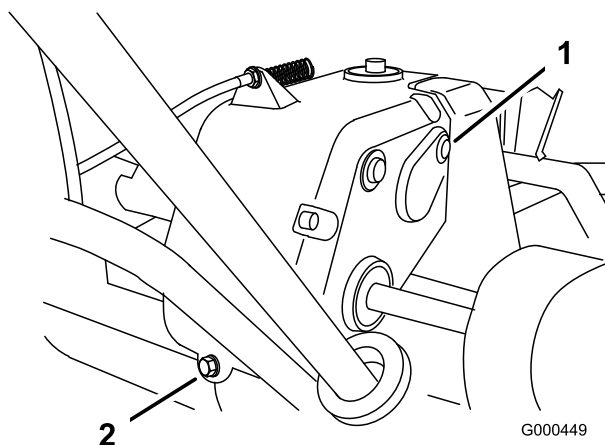

Figura 27
- Retire el tapón de verificación/llenado del lado derecho de la transmisión (Figura 27).